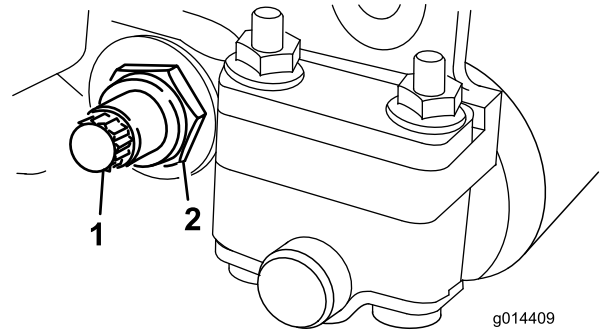

Figura 25
3. En cada lado de la máquina, afloje la contratuerca que sujeta el perno de la barra de asiento (Figura 25).
4. Retire todos los pernos de la barra de asiento, para poder tirar de la barra hacia abajo y retirarla de la máquina (Figura 25).